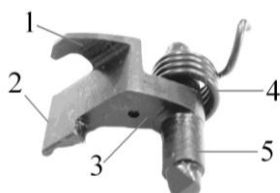

Рис. 12. Шептало:
- шептало с пружиной (рис. 12);